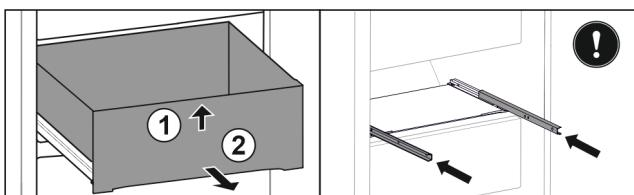

Fig. 123
► Приподнимите выдвижной ящик спереди. Fig. 123 (1)
► Извлеките выдвижной ящик движением вперед. Fig. 123 (2)